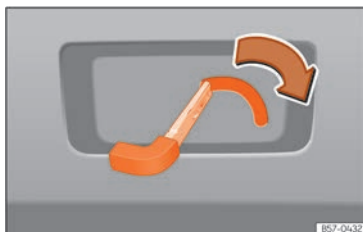

Abb. 64 Ausschnitt Gepäckraum:
- Führen Sie den Schlüsselbart in den Schlitz ein und drehen Sie den Schlüssel in Pfeilrichtung, bis sich das Schloss öffnet »» (Abb. 64).